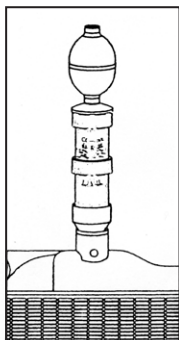

Fig. 2
4. Enligt vad som beskrivs i fig. 2, placera cylinderläckagetestaren i kylarens/expansionskärlets öppning och pumpa ånga från kylaren med hjälp av gummiblåsan. Bägaren i botten av cylinderläckagetestaren används som ett ångfilter.